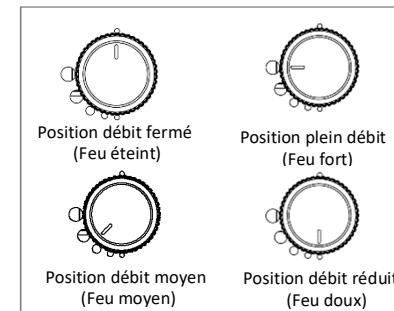

Figure 2 : Réglage de la manette de commande
6. Régler ensuite à volonté la hauteur de la flamme en tournant la ou les manettes de commande de plein débit (grand cercle) à débit réduit (petit cercle) (Voir figure 2)
7. Pour l'extinction, ramener la ou les manettes de commande sur le symbole de fermeture (O) puis fermer le robinet de la bouteille de gaz.